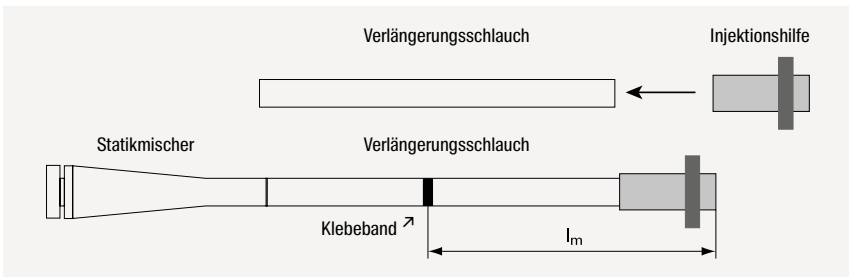

Abb. 7: Aufbau der Injektionsverlängerung
- Schließlich ist auf dem Verlängerungsschlauch mit **Klebeband** die Markierung der Injektionslänge  $l_m$  anzubringen (Abb. 7).